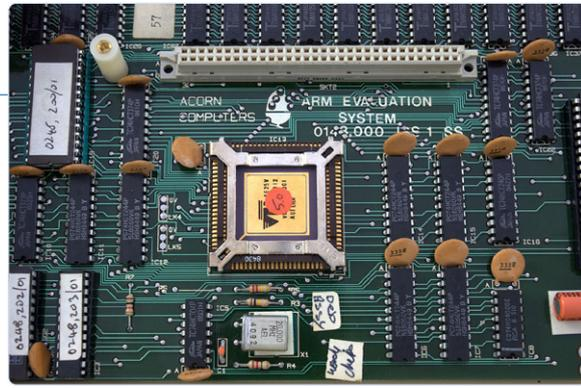

Bild 2. Arm1 (Foto von Peter Howkins, CC BY-SA 3.0 [2][3])
**Simon:** Diese Computer haben viel Spaß gemacht und in meinem Leben sicherlich eine Rolle gespielt, als ich anfing, mich für Computer und Technik und alles andere zu interessieren. Der BBC Micro war ein wichtiger Bestandteil davon. Die BBC wollte die britische Gesellschaft über Computer aufklären und gab daher die Entwicklung dieses Computers in Auftrag. Das Team von Acorn setzte sich zusammen und baute es. Es ist eine faszinierende Geschichte, wie ein Haufen wirklich intelligenter Leute zusammenkommt und etwas baut. Es kam zwar alles erst auf den letzten Drücker zusammen, aber es wurde ein unglaublicher Computer. Das Team von Acorn wollte dann einen fortschrittlicheren Mikroprozessor für die nächste Generation von Computern. Da es keinen finden konnte, dachte es: „Wie schwer kann das schon sein? Lasst uns einen Mikroprozessor bauen.“ Und das führte zum Arm1 (**Bild 2**). Ein bahnbrechendes Design, sehr klein, sehr stromsparend und auch sehr effizient in der Nutzung des Speichers. Das war dann die CPU, die in die Archimedes-Reihe der Acorn-Computer eingebaut wurde. Als ich an der Universität war, habe ich damit herumgespielt und dachte: „Wow, das Ding ist unglaublich schnell.“ Ich wusste nicht, dass parallel dazu bei Acorn eine Menge Dinge passierten. Das Unternehmen konnte sich ein Forschungs- und Entwicklungsteam, das Mikroprozessoren baute, nicht mehr leisten, also suchten sie einen Partner. Apple kam hinzu, weil die Firma einen Mikroprozessor für den Apple Newton brauchte. Sie